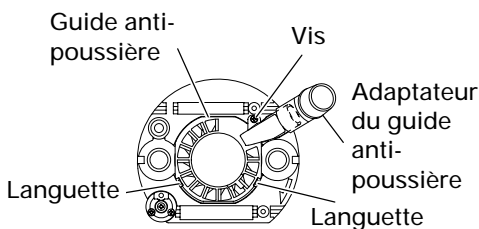

Fig. 16
(4) Guide anti-poussière et adaptateur du guide anti-poussière (Fig. 16)